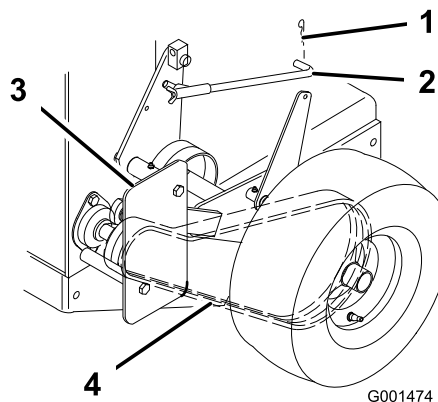

Figura 40
3. Retire el pasador de horquilla que sujeta la varilla del freno al brazo del freno para aliviar la tensión del tensor de la correa (Figura 40).
4. Retire el perno inferior y afloje el perno superior del protector para poder girarlo y facilitar el acceso a la correa (Figura 40).
5. Eleve la correa, desacópela de la polea tensora y retírela de la polea de transmisión (Figura 40).
8. Sujete el protector con el perno que retiró anteriormente y apriete los pernos (Figura 40).
9. Sujete la varilla del freno al brazo del freno con el pasador de horquilla (Figura 40).